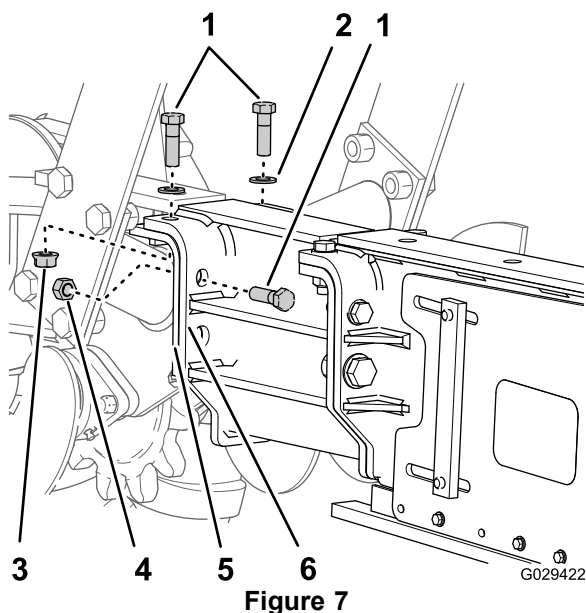

Figure 7
6. Placez 2 boulons à tête hexagonale (3/4 x 2-1/2 po), rondelles et écrous dans les trous verticaux de la plaque de montage et du support de fixation de l'élince (Figure 7).
- Placez 2 boulons à tête hexagonale (3/4 x 2-1/2 po), rondelles et écrous dans les trous horizontaux de la plaque de montage et du support de fixation de l'élince (Figure 7).